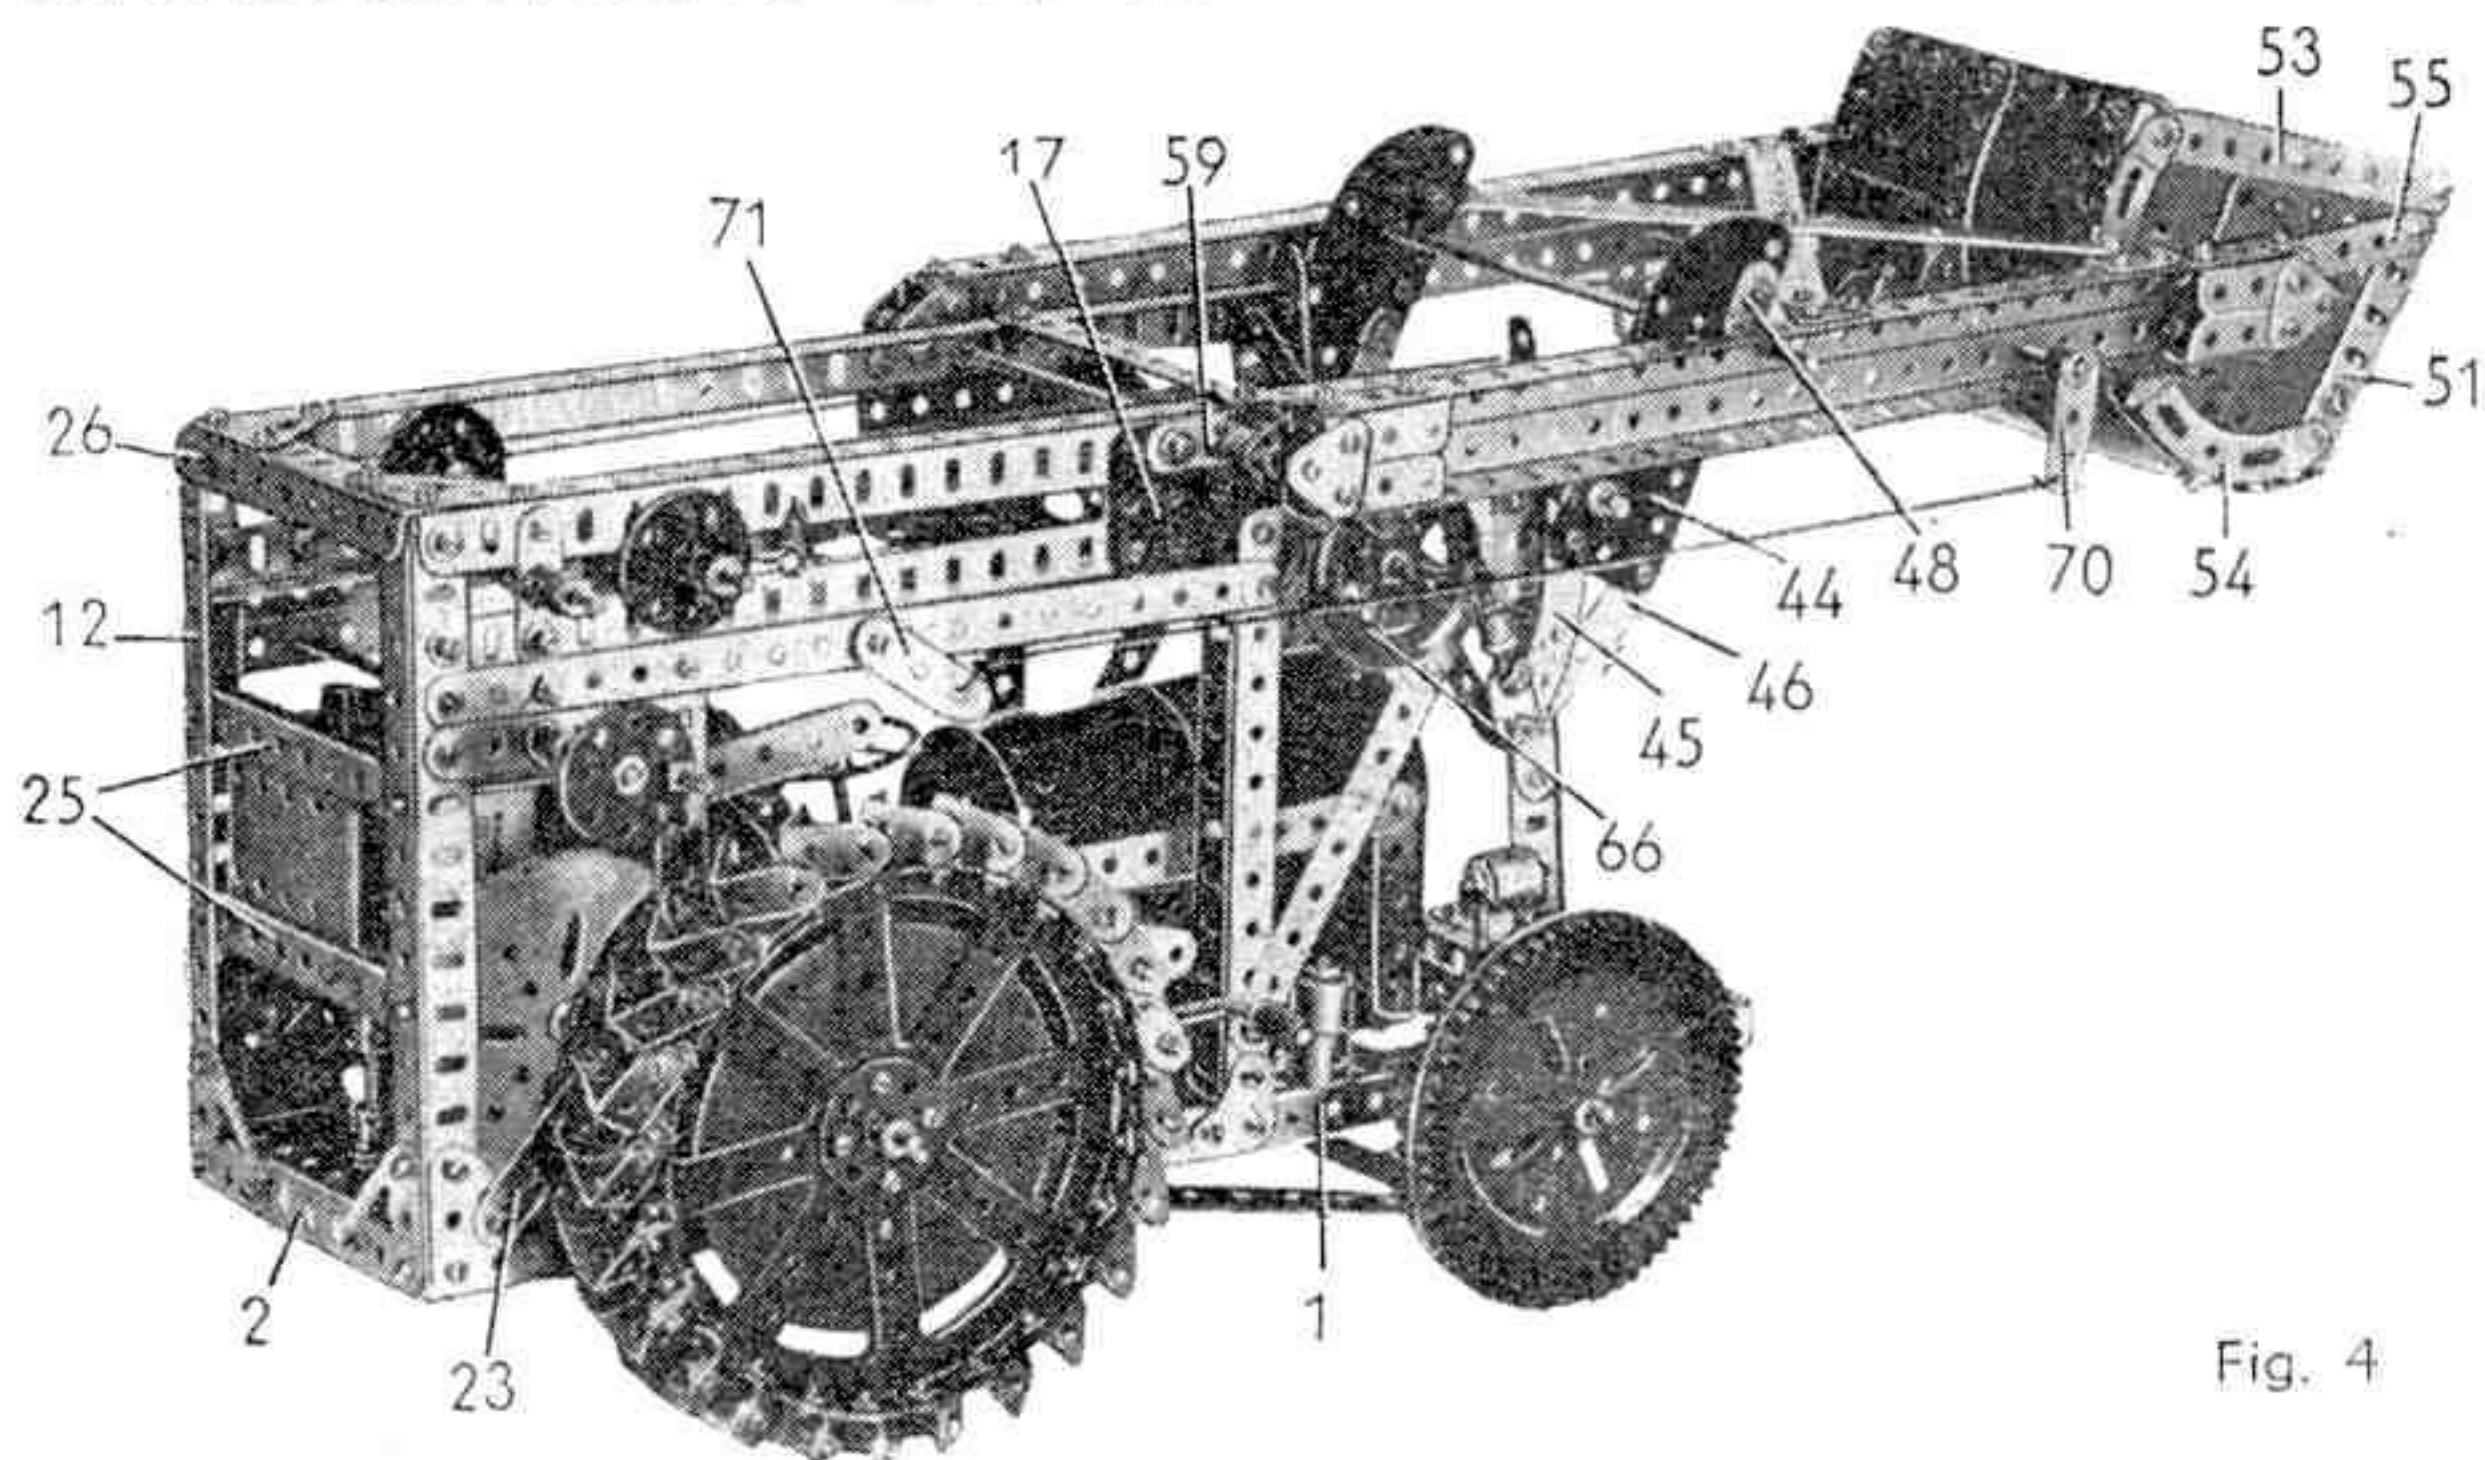
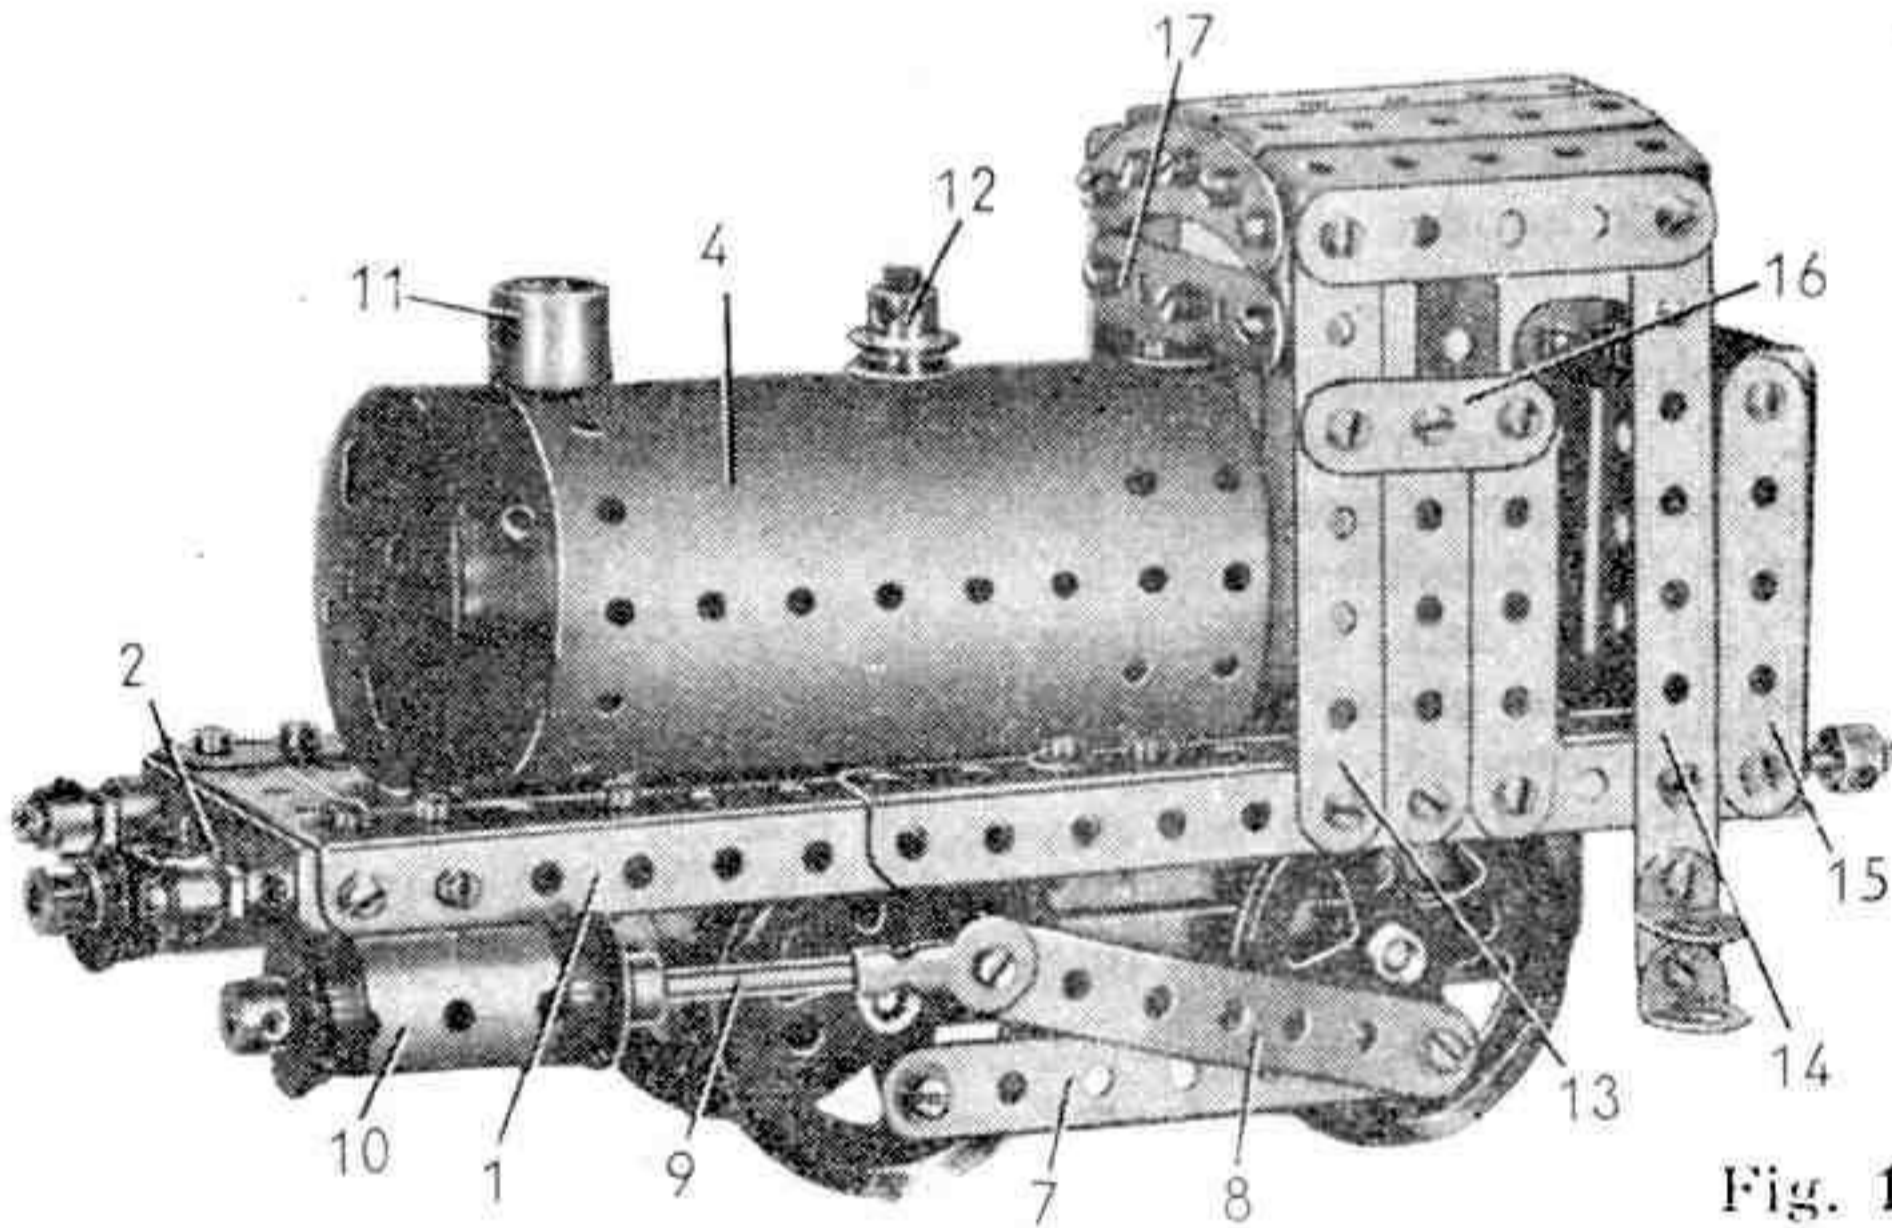

Fig. 4
Fig. 1
Les deux bielles qui commandent les bras sont formées chacune d'une plaque sans rebords de 75×38 mm (44) prolongée par une plaque semi-circulaire. L'autre extrémité de la plaque (44) porte une bande incurvée de 6 cm (45) et une bande incurvée épaulée de 10 cm (46). L'extrémité libre des deux bandes incurvées est réunie par un boulon de 9,5 mm muni d'un support plat et pourvu de contre-écrou (fig. 1 et 4). Une chape d'articulation de 2 mm (47) est articulée à l'aide de contre-écrous sur le support plat.
La benne (fig. 1) est formée d'une plaque sans rebords de 11,5, 6 cm (50) bordée par deux cornières de 7 trous (51) et une bande de 9 trous (52). Une bande de 9 trous (53) est fixée à une extrémité de la cornière (51) ; deux bandes incurvées épaulées de 6 cm boulonnées bout à bout (54) sont fixées à l'autre extrémité de la cornière (51). Une bande de 9 trous (55) est montée obliquement entre la cornière (51) et une des bandes incurvées (54). Chaque bande (55) est dotée d'un cavalier.
Les bras sont articulés sur le bâti par une tringle de 20 cm qui traverse des bras de manivelle doubles (59) boulonnés sur les plaques (17) (fig. 4). La tringle passe dans les petits goussets d'assemblage qui terminent les cornières (41) et (42).
Un bras de manivelle (70) est monté à l'extrémité de la tringle (68) et il est relié par une corde à une bande de 3 trous (71) (fig. 4). La bande (71) est articulée sur une des bandes (19) à l'aide de contre-écrou. Elle permet de débloquer la benne.
Prenons la benne non bloquée à sa position basse (fig. 1). Un très léger recul de l'appareil la bloquera automatiquement. La machine avançant ensuite la pelle se remplira et il n'y aura qu'à la remonter jusqu'à l'horizontale (fig. 4).
Vous la descendrez ensuite et vous retrouverez la position de la figure 1.